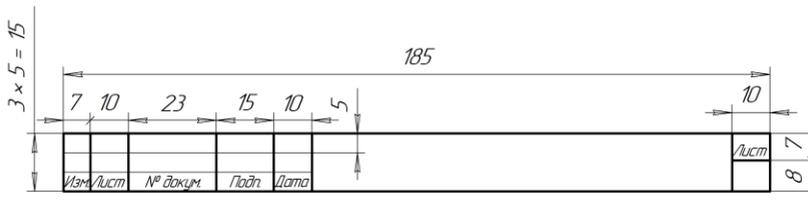

Рисунок 3
3. Допускаемая форма 2а основной надписи для последующих за первым листом листов чертежей, схем и текстовых документов (рисунок 3).